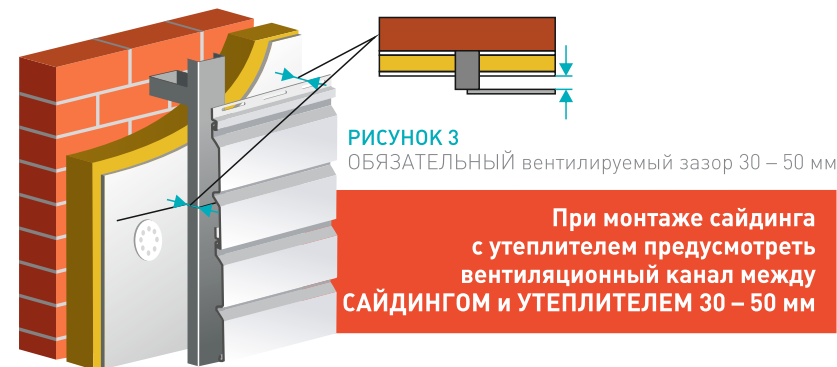

РИСУНОК 1
Снять придется (рисунок 1) все металлические и деревянные отливы с фундамента (1), дождевые отливы (2), декоративные обрамления окон и наличники дверей (3, 4), старые подгнившие ветровые доски (5) и прочие материалы, препятствующие монтажу софита (6), декоративное обрамление углов (7). Когда перечисленные детали будут сняты, с помощью длинной рейки, отвеса или уровня можно легко проверить, насколько стены вашего дома ровные.